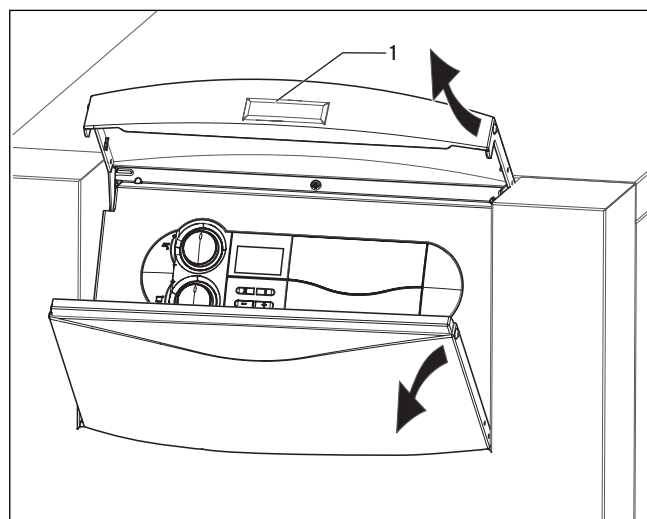

Рис. 5.1 Открытие передней откидной крышки
- Откройте переднюю откидную крышку, подняв серебристую планку (1, рис. 5.1).